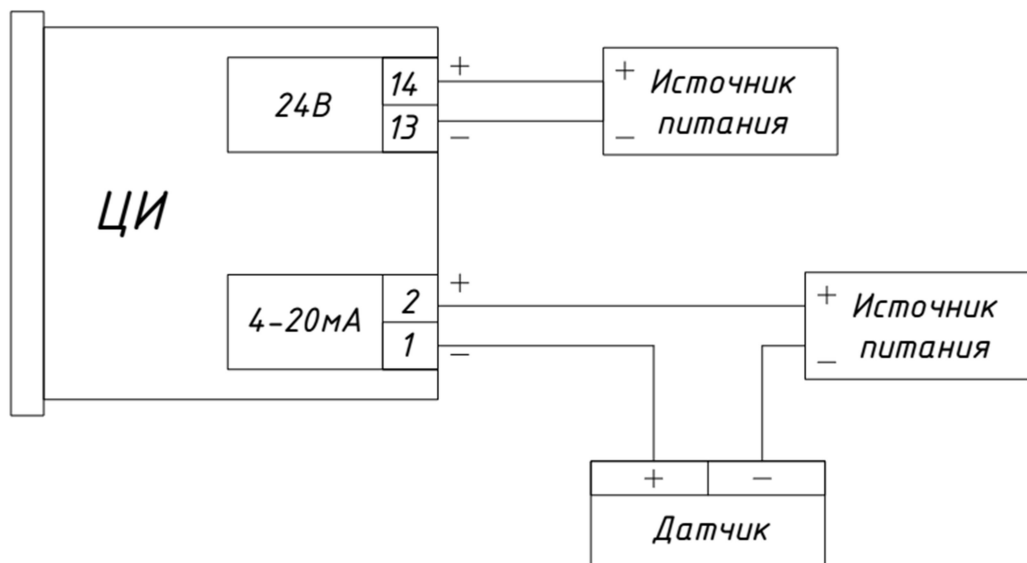

Рис. 7: Схема внешних соединений прибора ЦИ
- Рис. 7: Схема внешних соединений прибора ЦИ;